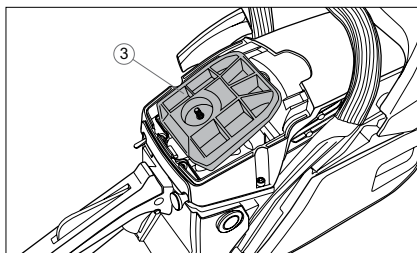

Fig. 25
- 2. Rimuovere e pulire il filtro dell'aria 3 (fig. 25), picchiettandoli leggermente su una superficie dura.